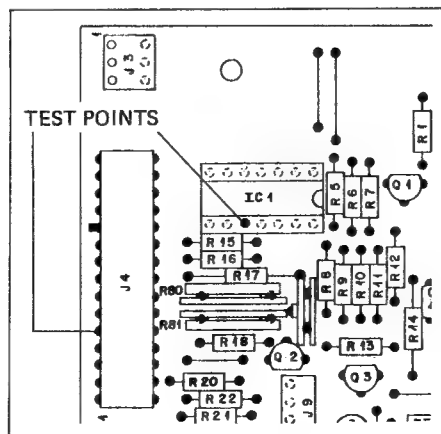

Fig. 3.12
- An IC1 Pin 10 (Mikroprozessorprint 1.710.465) oder an Steckerleiste J4, Pin 5 Oszilloskop oder hochohmiges Voltmeter ( $> 1 \text{ MOhm}$ ) gegen Masse anschliessen (Fig. 3.12).
- Connect oscilloscope of high-impedance voltmeter ( $> 1 \text{ Mohm}$ ) to IC1 pin 10 (microprocessor board 1.710.465) or multipoint connector J4 pin 5 against ground (Fig. 3.12).
- Branchez un oscilloscope ou un voltmètre à haute impédance ( $> 1 \text{ MOhm}$ ) sur la broche 10 du circuit intégré IC1 (circuit du microprocesseur 1.710.465) ou sur la broche 5 du connecteur J4 (fig. 3.12).